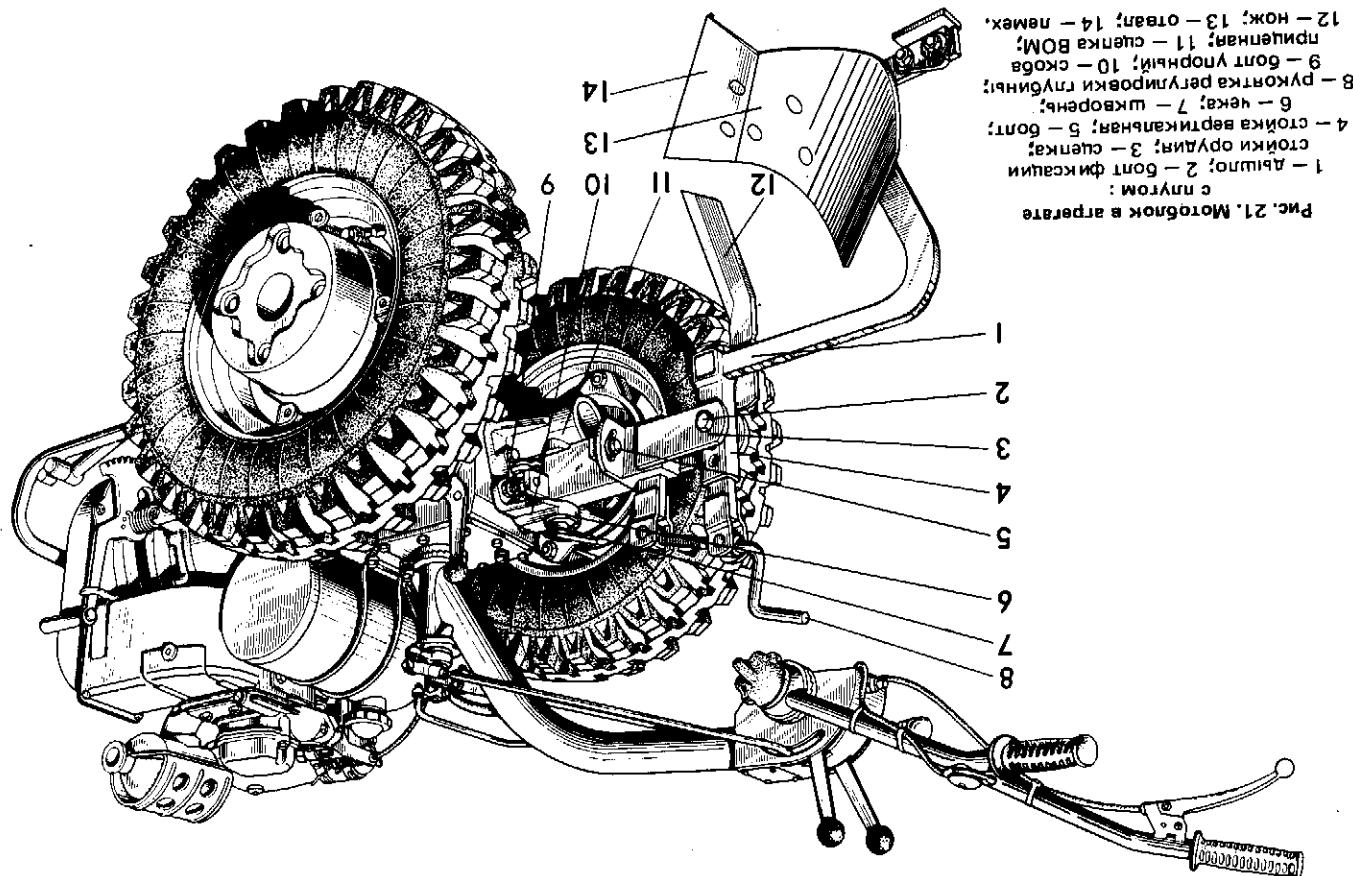

Рис. 21. Мотограбок с агрегатом
Для подготовки мотоблока с плугом к работе (рис. 21) выполните следующие операции:
7.2.1. Установите универсальную сцепку 3 (рис. 21) на плуге в рабочее положение и закрепите болтом 2. Вращая рукоятку 8, установите подвижные части сцепки в одну линию с неподвижными, а с помощью шкворня 7 присоедините плуг со сцепкой к прицепной скобе 10 и зафиксируйте шкворень чекой 6.
Причина. Универсальная сцепка поставляется заводом-изготовителем в торговую сеть в сборе с плугом. С ее помощью производится присоединение к мотоблоку, также окучника, культиватора и бороны. Соединение универсальной сцепки с плугом, окучником, культиватором и бороной одинарково. В вертикальную стойку сельскохозяйственного орудия 4 вставляется стойка сцепки и крепится болтом 2 (рис. 21).
7.2.4. Отпустите болты 5 сцепки (рис. 21), установите плуг так, чтобы стойка его заняла вертикальное положение, затяните болты 5. Отметьте положение проушин сцепки у болтов, так как при прокладке первой борозды плуг необходимо установить в вертикальное положение.
7.4.6. Если при работе мотоблок уводит вправо, проверьте крепление подплатников. Если они на месте, то болт 5 сектора (рис. 21) приподнимите на 1...2 см правый окучник, зажмите болт и проверьте в работе.
Рукояткой 8 сцепки (рис. 21) отрегулируйте положение бороны так, чтобы ее зубья в рабочем положении были равномерно заглублены. Ширину захвата бороны устанавливаите рукояткой 4 (рис. 24).
Присоедините дышло 6 (рис. 25) при помощи шкворня 7 (рис. 21) к прицепной скобе мотоблока, шкворень зафиксируйте чекой 6. Подставку 5 (рис. 25) поднимите и закрепите в горизонтальном положении с помощью гальца.